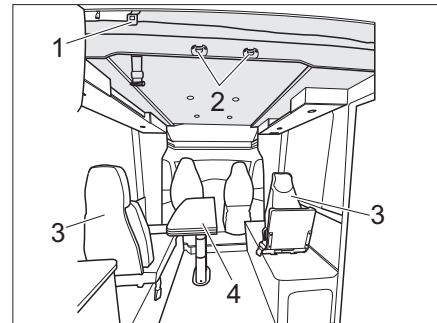

Bild 162 Elektrisches Hubbett (Variante 3)
- Die Aufstiegsleiter mit den beiden Bügeln in die Krampen (Bild 162,2) am Hubbett einhängen.
- 2-Säulen-Klapptisch, absenkbar (Bild 162,4) nach unten fahren (siehe Kapitel 7.8.8).
- 2 Einzelsitze (Bild 162,3) abbauen und verstauen.